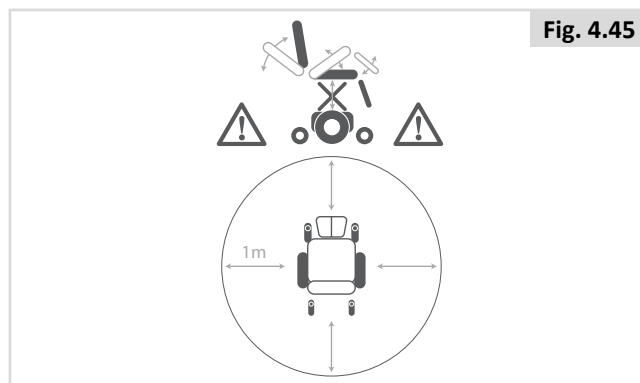

Fig. 4.45
- Som med alle bevægelige dele, skal du passe på ikke at få fingrene i klemme, (Fig. 4.45).